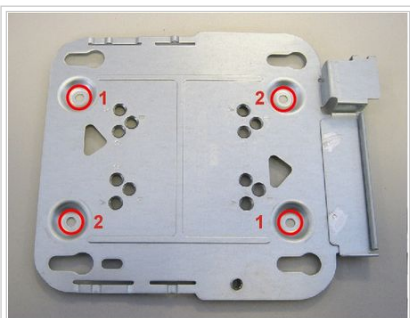

Fig. 3 - Montaje de platina en cielorraso
- Posicionar la platina, realizar las perforaciones (1 para losas de hormigón, o 1 y 2 para cielorraso de yeso o madera Fig. 3), colocar los tacos (Fischer 6mm para hormigón o tipo espiral para yeso), revisar que la platina esté correctamente orientada.